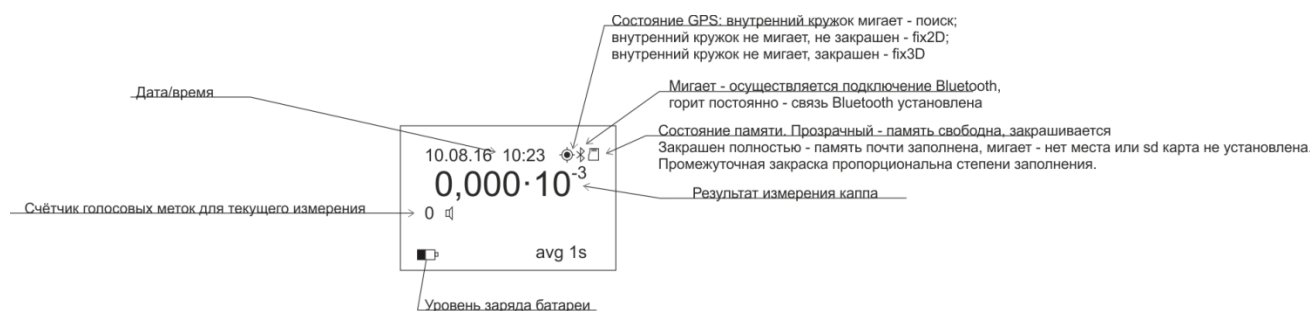

Рисунок 4
2.2.1 Включите прибор нажатием клавиши . На индикаторе отображается главный экран (рисунок 4).